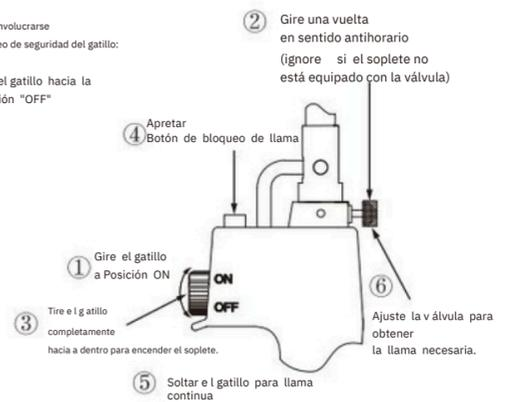

Figura 6 : Funcionamiento del seguro del gatillo y del seguro de llama
- Asegúrese de que el bloqueo del gatillo no esté activado en la posición "ON" (consulte la Figura 6, página 6).
- Asegúrese de que el soplete esté encendido (ver Figura 6).